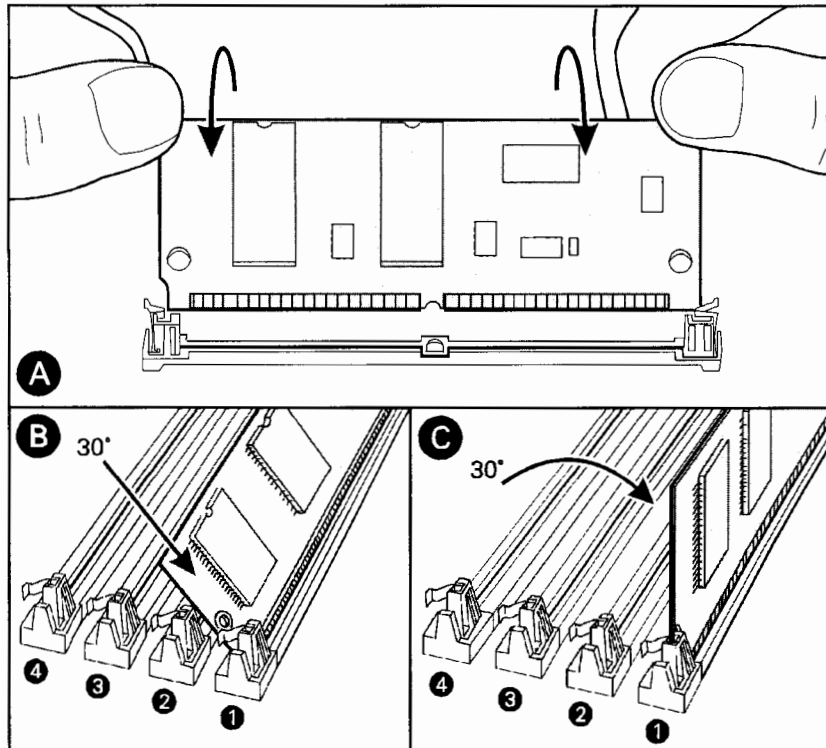

Figura 1-7. Cómo Instalar la Placa
12. Sujete la placa en un ángulo de 30 grados y utilice los pulgares para introducirla *firmemente* en la ranura, como muestra la Figura 1-7 (La ilustración B muestra el ángulo de la placa durante la inserción y la ilustración C muestra la situación horizontal cuando ha sido colocada). Presione la placa en la parte superior de la ranura de forma que quede correctamente insertada. Después, gire la placa hacia abajo hasta que las patillas encajen en su sitio. Oirá y sentirá un “click” cuando la placa encaje en su lugar.